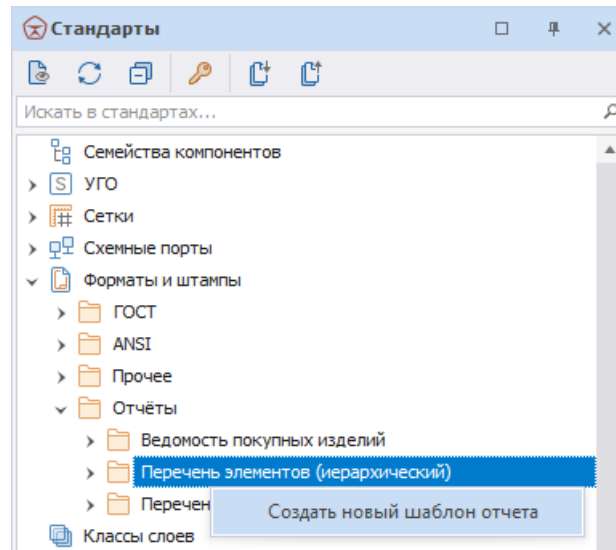

Рис. 63 Создание нового шаблона отчета
2. Вызовите контекстное меню с одного из подразделов («Ведомость покупных изделий», «Перечень элементов (иерархический)» или «Перечень элементов (плоский)») и выберите пункт «Создать новый шаблон отчета», см. Рис. 63.